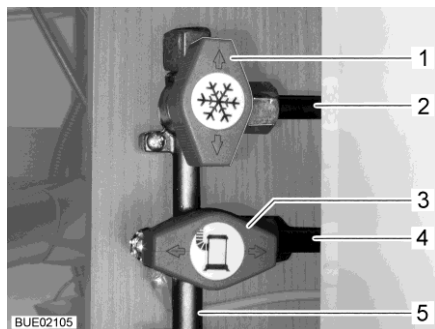

Bild 125 Läge Gasavstängningsventiler (exempel)
- Öppna:** ■ Ställ gasavstängningsventilen för respektive gasapparat parallellt (Bild 125,3) med den ledning (Bild 125,4) som går till gasapparaten.
- Stänga:** ■ Ställ gasavstängningsventilen för respektive gasapparat tvärs (Bild 125,1) mot den ledning (Bild 125,2) som går till gasapparaten.